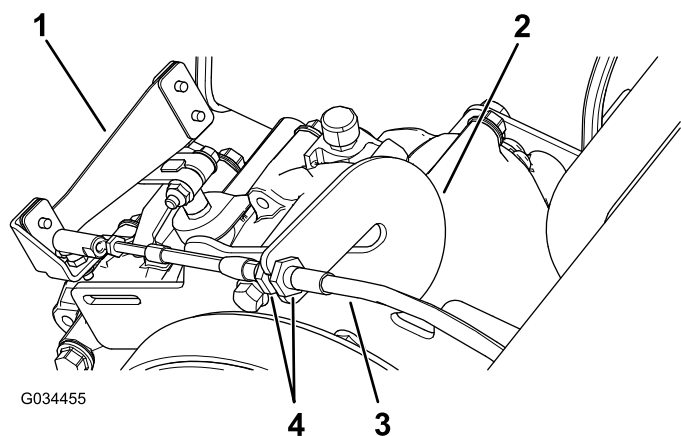

Figure 59
1. Desserrez les écrous de blocage sur le câble de sélection et ajustez-les selon les besoins (Figure 59).
- Vérifiez la position de l'inverseur de marche en tournant le sélecteur aux 3 positions différentes et vérifiez que le levier (Figure 59) passe correctement à chaque position; voir Levier et indicateur d'inverseur de marche (page 12).